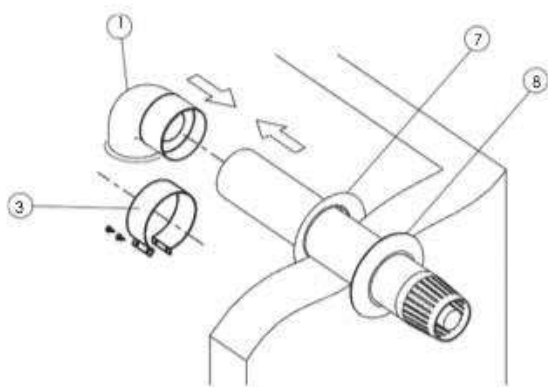

Рисунок 12 Выход дымохода в стене
- Закрепите фланец под угловым отвод (1), используя прокладку (10) и фланцевые соединительные винты (11) в соответствующих отверстиях.
- Внешняя труба (5) и внутренняя труба (6) с уплотнениями внутри дымохода (2) устанавливаются во внутренних пазах трубы на обоих концах углового отвода 90°.
- Установите декоративную накладку (8) на трубу дымохода
- Вставьте внешнюю трубу дымохода, как показано на рисунке 11. После установки дымохода в отверстие стены установите декоративную накладку (7).
- Угловой отвод 90° должен быть вставлен в выходной разъем дымохода. Установите хомут (4) на соединительную манжету, зафиксировав винтом (рис. 12). Затем установите отвод (90°) на соединительный фланец дымохода и зафиксируйте винтами. После затяжки винтов обеспечьте герметичность соединения дымохода и стены.